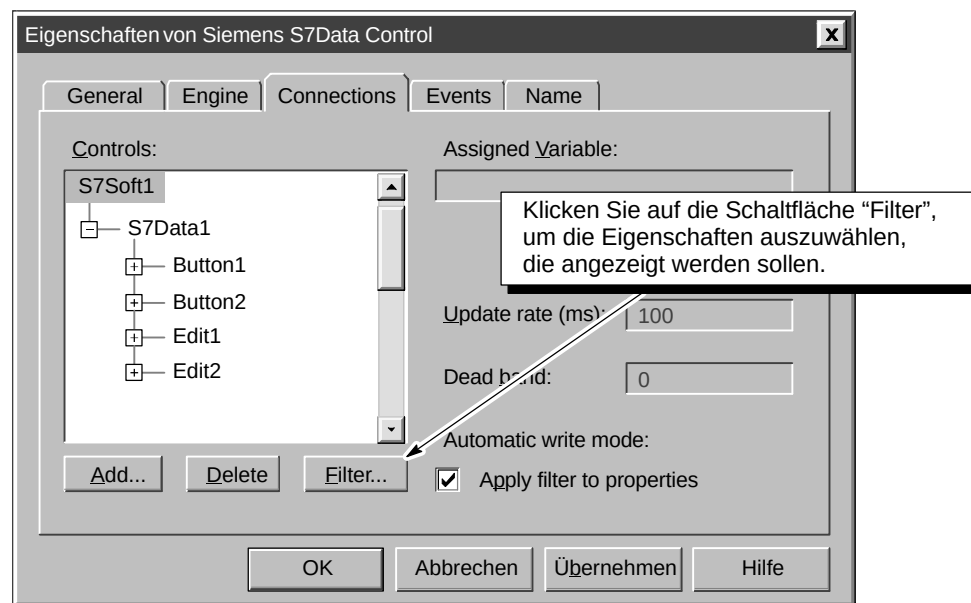

Bild 5-9 Eigenschaften des Data Control (Register "Connections")
2. Wählen Sie die Schaltfläche "Filter" (siehe Bild 5-9).